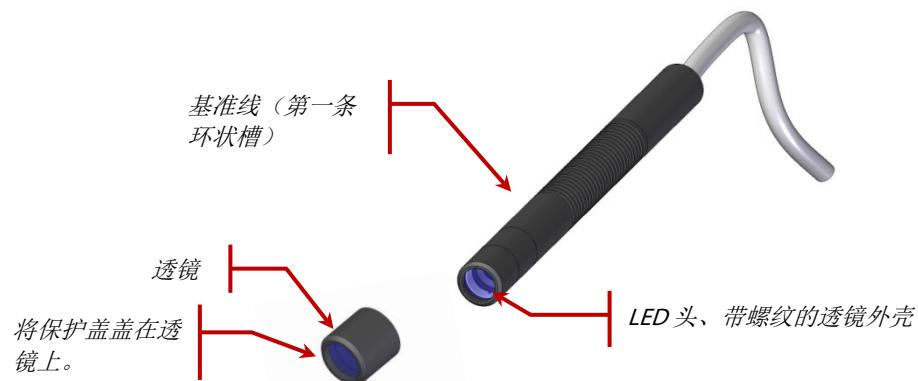
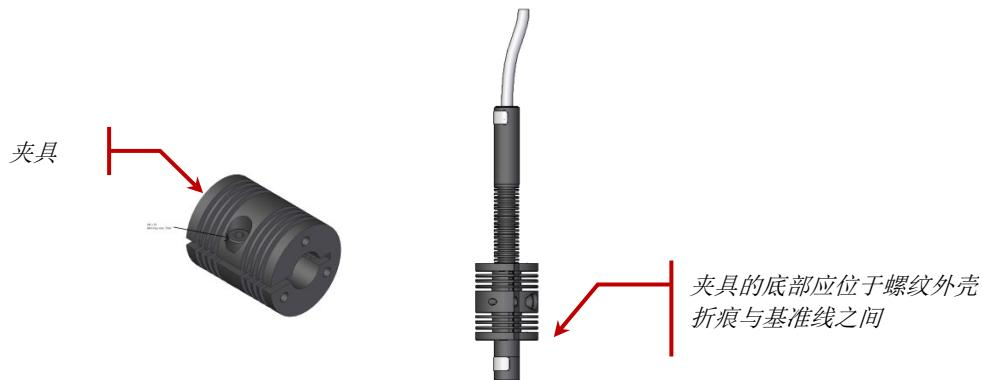

图 4 透镜/LED 头灯连接
图 5 建议夹具位置
6. 用 3 个公制螺孔或 3 个英制螺孔将随附的安装夹具安装到现有的固定装置上。安装支架的两个端面提供了公制和英制螺纹尺寸。虽然夹具可位于 LED 头灯的任何位置，但是，若需最佳散热效果，从而保证最佳性能，我们建议将夹具安装在 LED 头灯上如图 5 所示的位置。
8. 请连接恰当透镜并移除保护盖。如要移除盖子，请抽出盖帽—请勿旋转 LED 头灯或盖子。不使用时，握住盖帽将其推回 LED 头，重新装好保护盖。这样可以防止在 LED 头闲置超过一天时，透镜受到任何污染。请参阅图 4。
2. 使夹具滑动到透镜外壳及 LED 头上面，然后拧紧锁定螺钉。为了获得最佳性能以及便于更换透镜，请将夹具底面置于透镜外壳折痕与 LED 头上的基准线（第一条环状槽）之间。请参阅图 4 和图 5。
紧握 LED 头，拧开透镜外壳，然后用所需透镜更换。请参阅图 4。